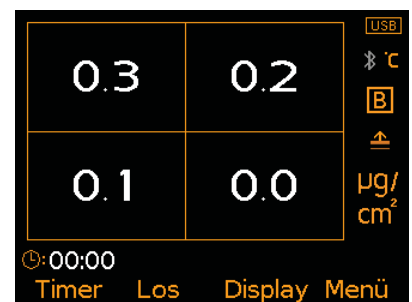

Bild 2: Messwerte x4
- **Messwerte x4 (Bild 2);** Der Messwertbereich wird in vier Quadranten der Größe von Bresle-Pflastern unterteilt und es werden gleichzeitig vier Bresle-Pflaster oder Elcometer 130 äquivalente Messwerte angezeigt.